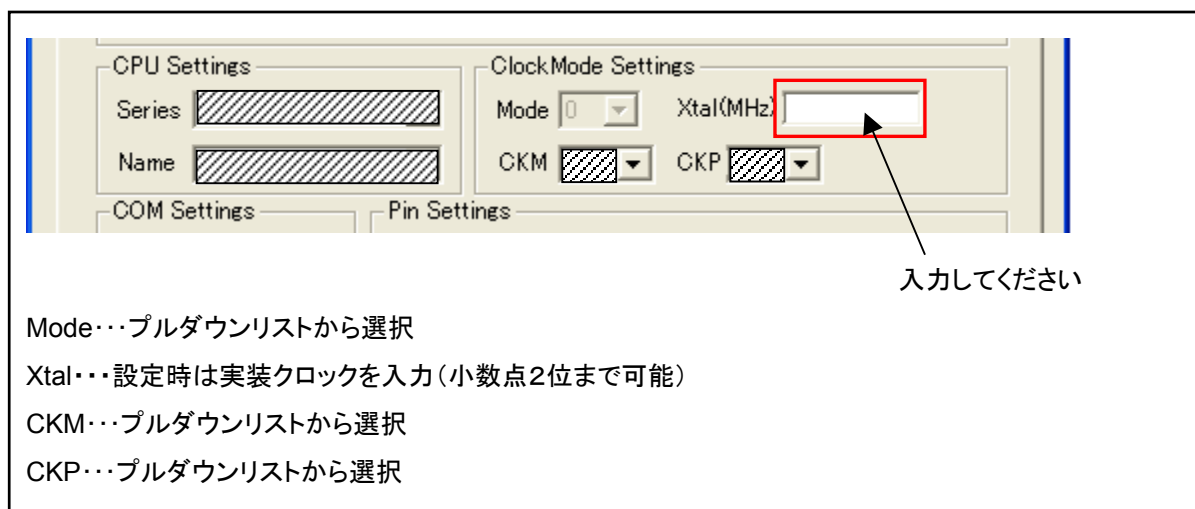

図 4-4 ④クロック設定画面
各項目の詳細は「図 4-4 ④クロック設定画面」をご参照ください。